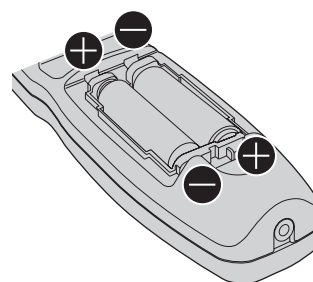

図 2
- 2) 電池を入れ、ふたを閉じる (●側から先に入れます) (図 2)